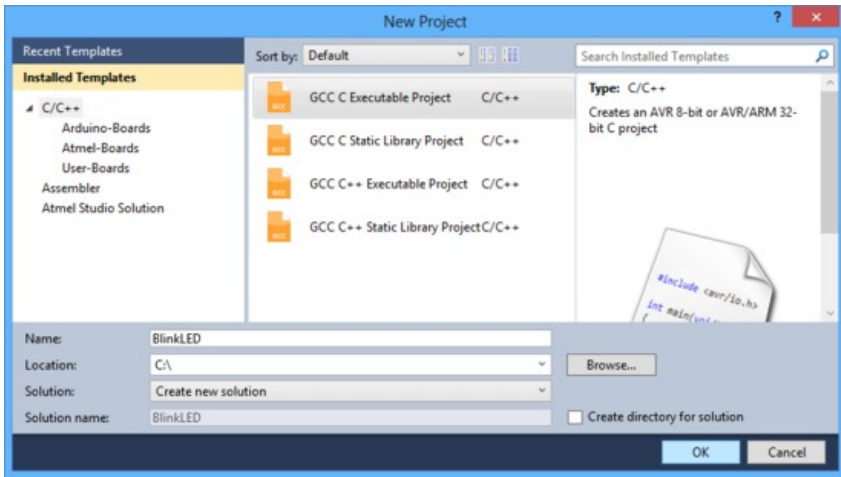

Рисунок 4.1 – Діалогове вікно New Project в Atmel Studio 6
1. Відкрийте Atmel Studio 6.2 та виберіть **New Project**. У діалоговому вікні New Project, виберіть **GCC C Executable Project** як шаблон (рис.4.1). Введіть ім'я проекту і вкажіть місце де він буде зберігатися. Назвемо наш проект "BlinkLED". Зніміть прапорець **Create directory for solution** для спрощення структури каталогів проекту. Клікніть **OK**.